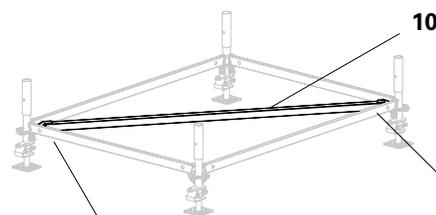

Fig. A1.02
2. Cuadrar el bastidor con la diagonal en planta UBH Flex (10). (Fig. A1.02)
3. Nivelar el bastidor en posición horizontal ajustando las bases regulables (1).